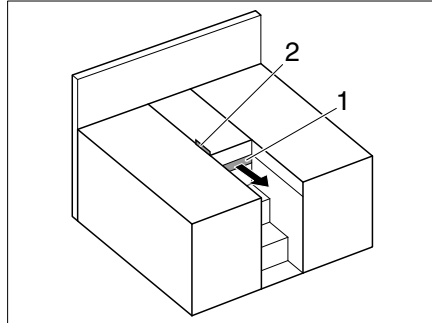

Fig. 178 Letti singoli
- Sganciare la cinghia di fissaggio (Fig. 178,2) e tirare fuori l'estrattore (Fig. 178,1).